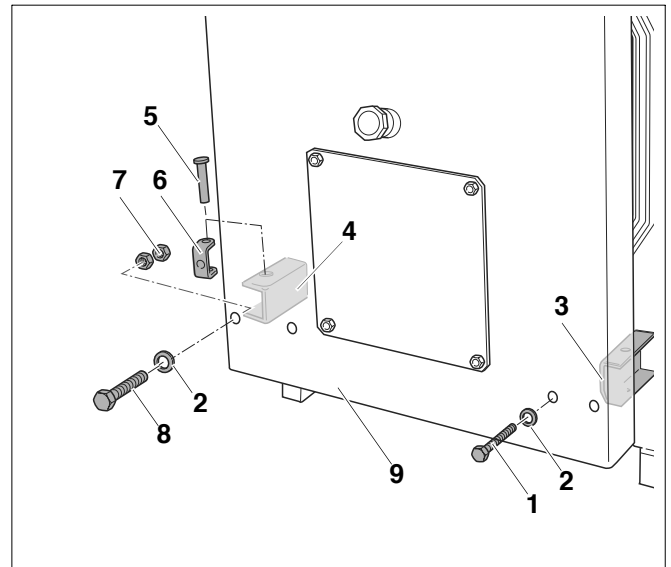

Fig. 10 Schimbarea balamalei de jos
- Introduceți șaiba (fig. 10, **poz. 2**) în șurubul cu cap hexagonal M16 (fig. 10, **poz. 8**).
- Se împinge șurubul cu cap hexagonal M16 (fig. 10, **poz. 8**) prin ușa arzătorului (fig. 10, **poz. 9**) în balamaua inferioară stânga (fig. 10, **poz. 3**).
- Se înșurubează piulițele M16 (fig. 10, **poz. 7**) pe șurubul cu cap hexagonal M16 (fig. 10, **poz. 8**).
- Se înșurubează șurubul cu cap hexagonal M16 (fig. 10, **poz. 8**) în furca balamalei (fig. 10, **poz. 6**).
Aveți grijă ca la introducerea bolțului de balama (fig. 10, **poz. 5**), capul bolțului de balama să fie în sus.
- Se împinge bolțul de balama în balamaua inferioară stânga prin furca de balama (fig. 10, **poz. 6**).
- Se asigură șurubul cu cap hexagonal M16 cu contrapiulițele M16 (fig. 10, **poz. 7**).
- Se înșurubează piulița M12 cu șaibă la balamaua inferioară dreapta în orificiul filetat al peretelui frontal al cazanului (fig. 10).